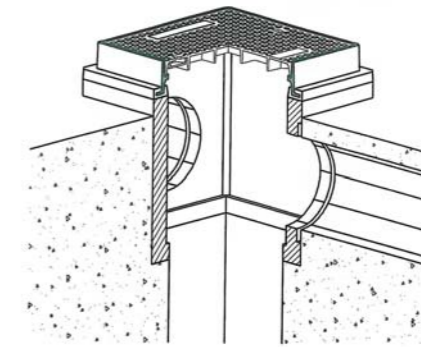

FIGURA 6
- Il coperchio/griglia dovrebbe essere inserito con cautela nel telaio, solo dopo che il materiale abbia fatto una sufficiente presa e resistenza alla compressione , per non compromettere il corretto posizionamento, e solo dopo un'accurata pulizia e verifica delle sedi di appoggio, di e eventuali guarnizioni, articolazioni o sistemi di vincolo e di ogni particolare che sia soggetto ad interferire con i meccanismi di apertura e di chiusura (figura 6).